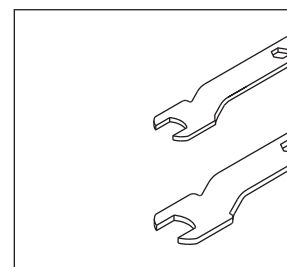

Figure 3 - Clés
2. Bien serrer la mandrin avec les clés (fournies avec quelques modèles) (Voir Figures 3 et 4). Appliquer une clé sur l'écrou du mandrin et l'autre sur la tige. Tourner la clé sur l'écrou du mandrin à la droite, et simultanément, tourner l'autre clé au sens opposé. S'assurer de ne pas laisser glisser la tige.